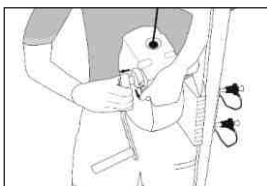

Fig. 6
- 1) Vérifier que l'antichute est bien en position antichute. Le câble se déroule et s'enroule. La manivelle ne tourne pas. Si ce n'est pas le cas, tirer le bouton situé à côté de l'axe de rotation de la manivelle et rentrer l'axe de celle-ci jusqu'à disparition complète de la bague verte. Lâcher le tout, la bague verte doit rester invisible (Fig. 6).